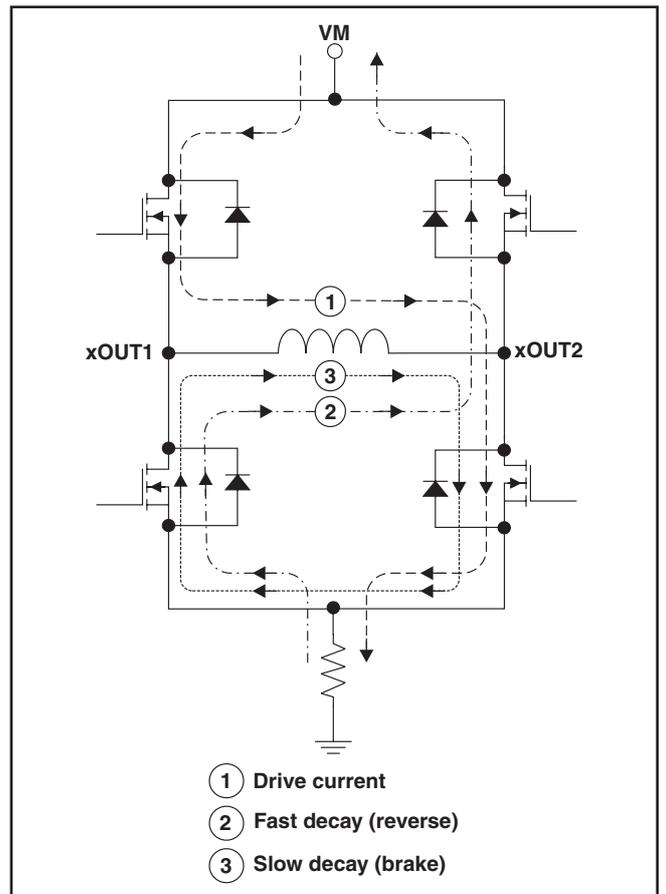

図 2. 減衰モード
PWM電流チョッピング中は、PWM電流スレッシュホールドに達するまでの間、Hブリッジによるモータ巻線の駆動がイネーブルになります。これは、図2の①で示されています。図中の電流の流れの方向は、ステップ表での正の電流の流れを示しています。
高速モードでは、PWMチョッピング電流レベルに達すると、Hブリッジが状態を反転して、巻線電流が逆方向に流れるようにします。同期整流がイネーブル(SRnピンが“Low”)の場合は、対向する両FETがオンになります。巻線電流がゼロに近づくと、ブリッジがデイスエーブルになり、逆方向の電流が停止されます。SRnが“High”の場合は、電流がボディ・ダイオード経由または外部ショットキー・ダイオード経由で再循環されます。高速モードは、図2の②で示されています。
イネーブルにすることで、巻線電流が再循環されます。これは、図2の③で示されています。DRV8811は、混合減衰モードもサポートしています。